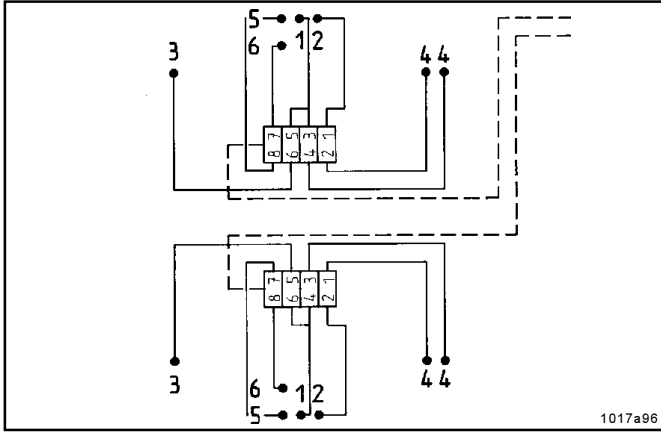
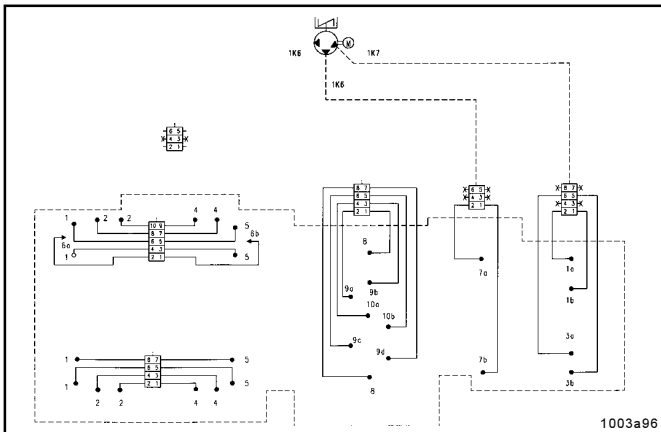

Abb.39: Schmierstellen aufteilen
Abb.40: Größe des Hauptverteilers festlegen
- Nicht benötigte Auslässe verschließen (s. Auslaß 5 oder 6 am Verteiler, Abb.39), **ausgenommen Auslaß 1 und 2**.
- Prüfen, ob ein oder mehrere Unterverteiler größere Schmierstoffmengen benötigen, siehe direkter Anschluß des Verteilers an je einem Pumpenelement, Beispiel Abb. 40.
- die Schmierstoffmengen, wie am Beispiel Abb. 39 gezeigt aufteilen, siehe auch Rechenbeispiel Abb. 40.